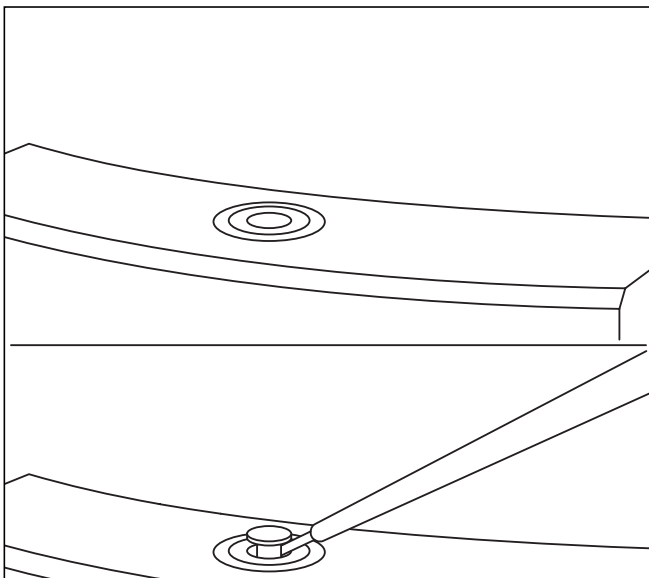

Рис. 8.6 Удаление колпачка
- Для этого разблокируйте черный колпачок (см. рис. 8.6) при помощи отвертки и извлеките его.